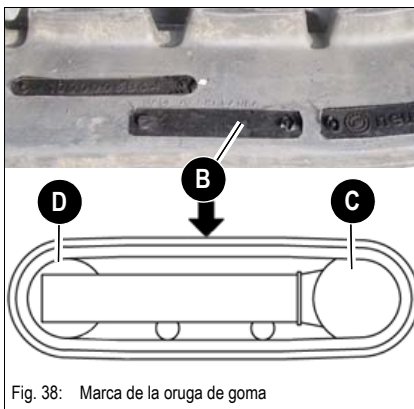

Fig. 38: Marca de la oruga de goma
- En la oruga de goma se encuentra una marca **B** como se representa en Fig. 38